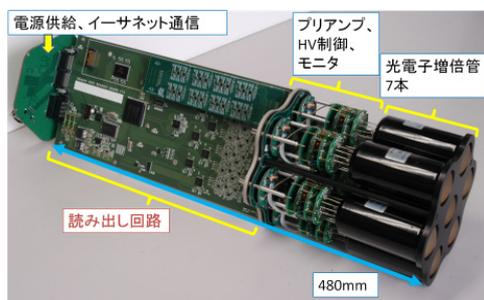
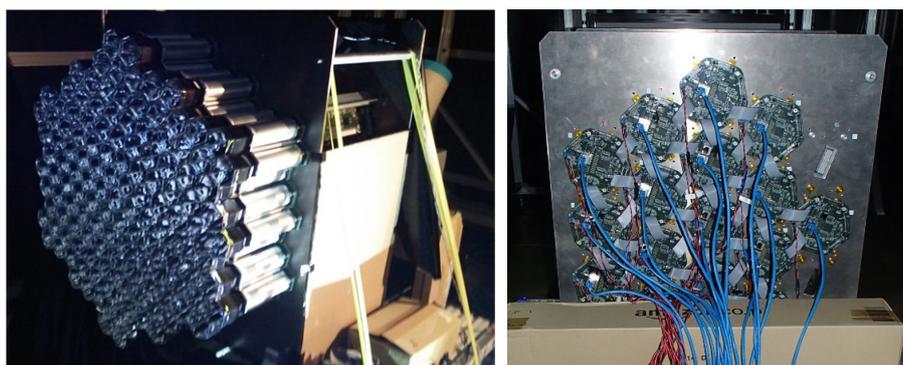

図 1：焦点面カメラモジュール。LST 望遠鏡 1 台あたり、このモジュールが 265 ユニット、焦点面に配置される。
図 4 : H27 年度に製作し、宇宙線研究所で試験中の、ライトガイド付 PMT 133 本と読み出し回路からなるミニカメラ(図 1 のユニットが 19 台並ぶ)。(左) 前面部。(右) 背面部。読み出し回路は、背面部の基板(スペイングループが製作)を通して、ギガビットデータ転送および、基板間のトリガー通信を行う。
大気チェレンコフ望遠鏡の次期計画として、日米欧 32 か国 1200 名以上が参加している Cherenkov Telescope Array (CTA)計画が進行中である。この計画では、大(口径 23m)・中(口径 12m)・小(口径 4m)の大気チェレンコフ望遠鏡を南北半球のサイトに、計約 100 台並べることにより、観測エネルギー範囲を 20 GeV から 100 TeV 以上と広げ、従来に比べ一桁高い感度で宇宙ガンマ線を観測する。本研究において、昨年度に続き、CTA 大口径望遠鏡 (LST)の読み出し回路の開発を行った。LST は、望遠鏡一台あたり 1855 本の光電子増倍管が焦点面に配置される。日本グループは、光電子増倍管と読み出し回路を合わせた焦点面カメラモジュール (図 1, 2)を開発している[1]。組立・メンテナンスを容易にするため、光電子増倍管 7 本を束として、直後に、順に高圧発生回路、プリアンプ、モニタ・制御部、高速波形サンプリング読み出し回路基板が接続され、一つのモジュールを構成する。増幅された光電子増倍管信号は、スイス PSI 研究所が開発した低消費電力・高速アナログメモリ(キャパシターアレイ)ASIC である DRS4 に入力され、4096 個のキャパシターに電荷が順次記録されることによって、入力波形を GS/s でサンプリングできる。記録された電荷は、トリガーが生成されると読み出され、ASIC 外部の ADC
今年度、以下の開発を行った。(1) 量産した読み出し回路基板 (図 3) について、テストパルスを用いた単体試験を行い、不具合が見つかった基板は修理を行い、宇宙線研究所において、読み出し回路基板に、PMT およびライトガイドを取り付けて、図 1 のカメラモジュール×19 ユニット(光電子増倍管 133 本)からなるミニカメラを製作し(図 4)、LED 照射量や PMT 電圧を変えながら、較正データを取得した。
(2) 現在進行中であるが、LST 望遠鏡 1 号機に搭載される読み出し回路基板(265 枚)、ライトガイド(1855 個)、光電子増倍管(1855 本)について、図 1 のカメラモジュールの形に組み上げ、順次、図 4 の 19 クラスタ単位で、較正データを取得している。(3) スペイングループが製作した LST 1 号機用カメラ筐体に、読み出し回路 1 枚を取り付けて、通電試験を行い、基板間位置など構造上問題がないことを確認した。H28 年度に、この筐体に、カメラモジュールを全数取り付けて、LST 1 号機の焦点面 (図 5) に取り付ける予定である。